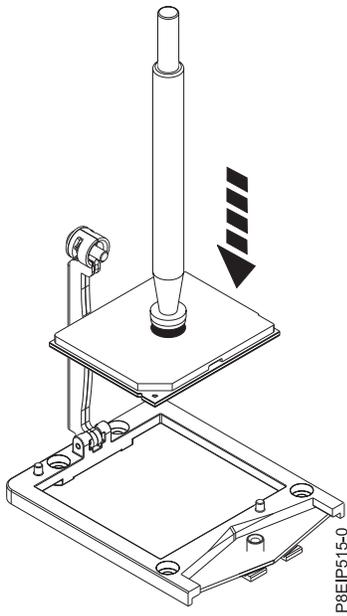

Figura 67. Abaixando o processador no soquete
- a. Abaixar a pinça e o módulo de processador do sistema no soquete, conforme mostrado na Figura 67 na página 57. Alinhe a aresta biselada do processador com a aresta biselada no soquete. Tome cuidado para abaixar a ferramenta equilibradamente sem inclinar o processador.